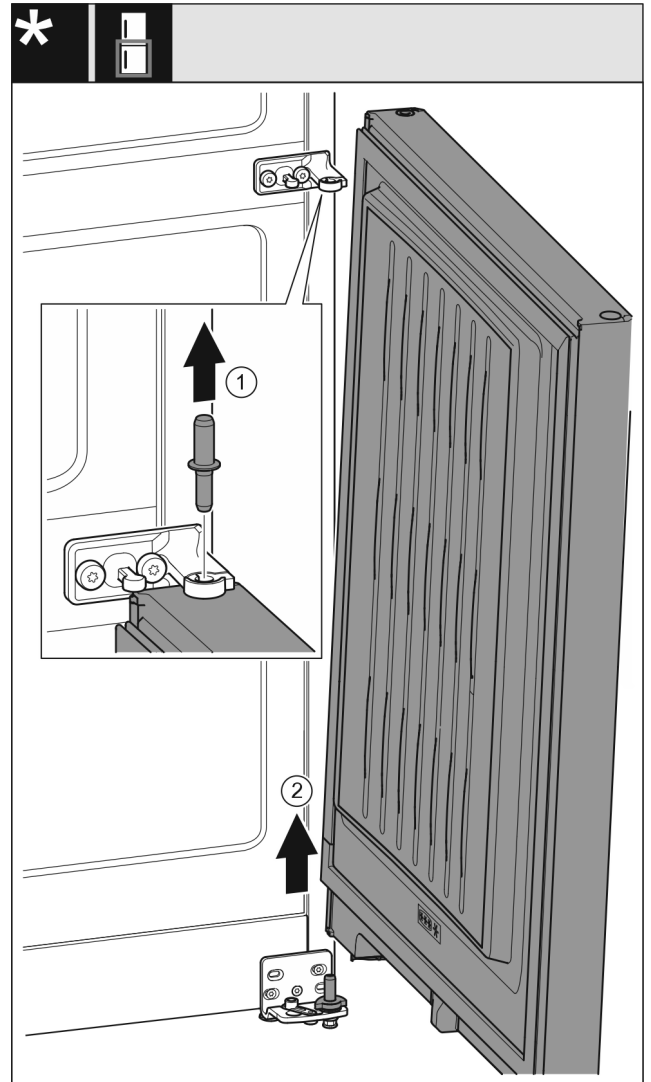

Fig. 8
- ▶ Bolzen nach oben herausziehen. *Fig. 8 (1)*
- ▶ Tür herausschwenken, nach oben ziehen und beiseitestellen. *Fig. 8 (2)*